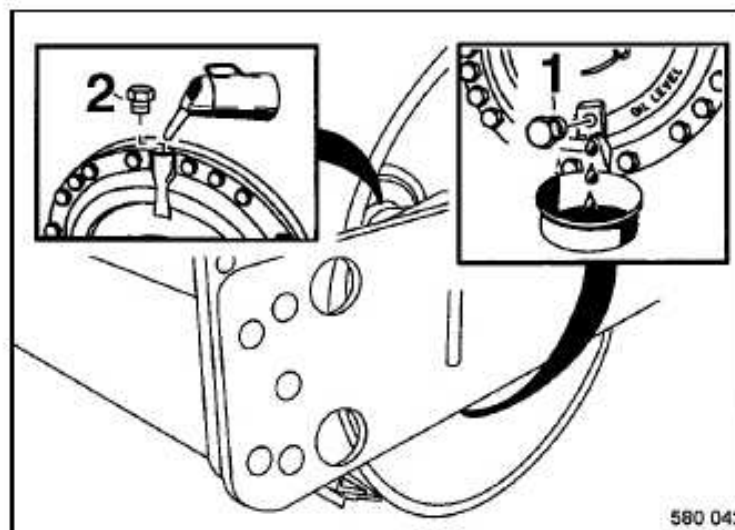

Fig. 105
- Colocar el rodillo de forma que el tapón de control de aceite 1 (Fig. 105) se encuentra en el punto mas bajo en el lado izquierdo del rodillo.
- Desenroscar el tapón de control (1).